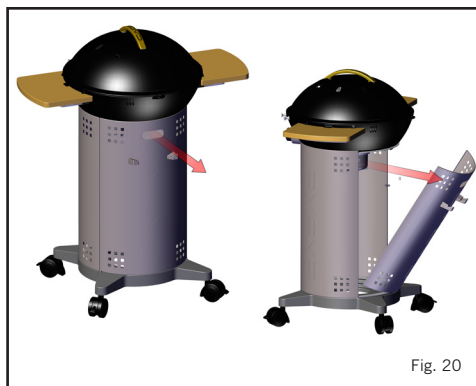
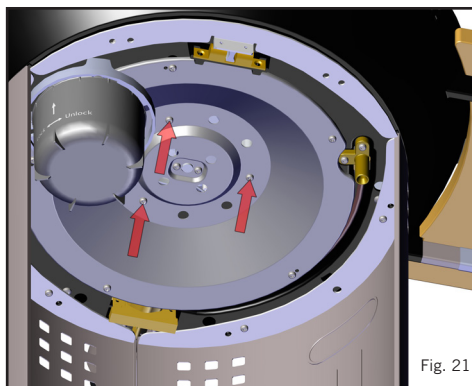
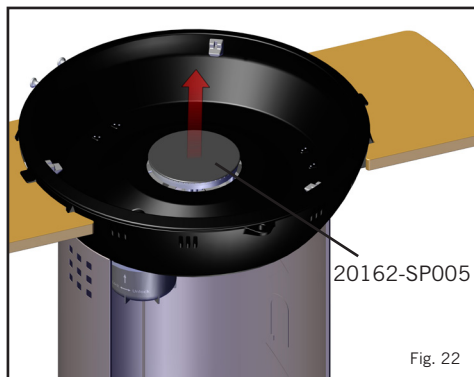
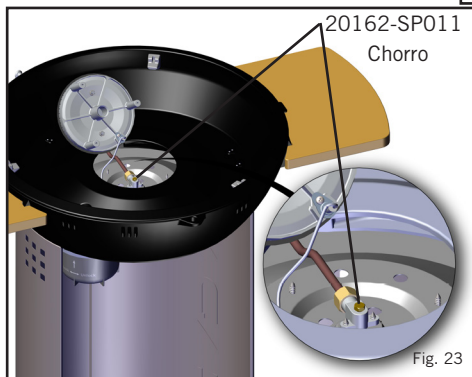

Fig. 20
Fig. 21
Fig. 22
Fig. 23
- **Para reemplazar el inyector :** quite el panel trasero usando la maneta (Fig 20) Quite la tapa, la parrilla, el recipiente y otros accesorios. Ahora destornille los tres tornillos como se indica en la Fig. 21, esto liberará el quemador. Quite el quemador tirando suavemente (Fig 22). Atención el quemador está conectado al piezo de autoencendido, no tire del quemador ya que hay riesgo de romper el cable, displace suavemente a un lado el quemador , esto le dará acceso al inyector (Fig. 23). El inyector ya puede ser retirado con la ayuda de una llave adecuada. No utilice alicates , esto podría dañar el inyector o imposibilitar su extracción. Rosque el nuevo inyector a la válvula . Evite apretar demasiado para no dañarlo.